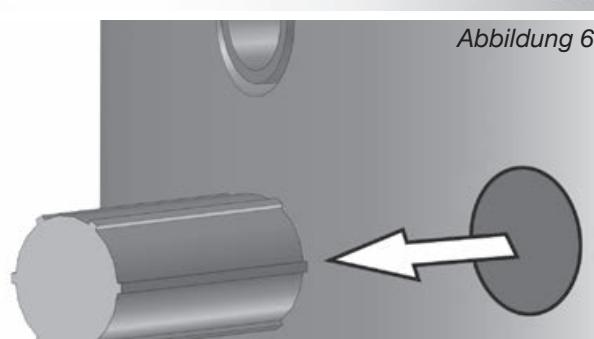

Abbildung 6
3. Ziehen Sie den (bereits werksseitig ausgeschnittenen) Isolierungszylinder aus der Speicherisolation heraus (Abbildung 6).